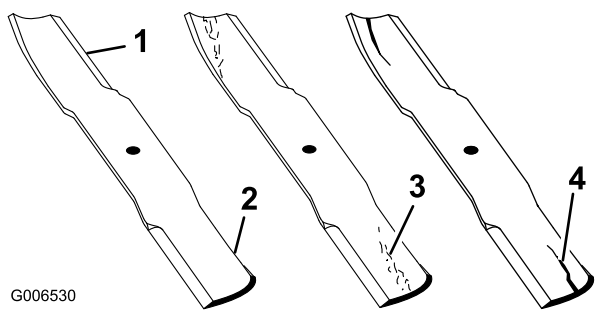
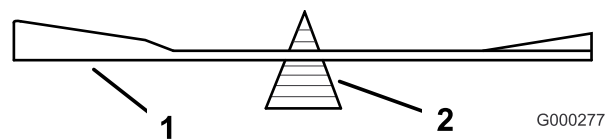

Figure 47
Figure 51
1. Examinez le tranchant des lames (Figure 47). Si les lames ne sont pas tranchantes ou si elles présentent des indentations, déposez-les et aiguisiez-les. Voir Aiguisage des lames.
2. Inspectez les lames, surtout la partie relevée (Figure 47). Remplacez immédiatement toute lame usée ou qui présente une fissure ou une entaille (repère 3. de la Figure 47).
2. Vérifiez l'équilibre de la lame en la plaçant sur un équilibreur (Figure 51). Si la lame reste horizontale, elle est équilibrée et peut être utilisée. Si la lame est déséquilibrée, limez un peu l'extrémité de la partie relevée seulement (Figure 47). Répétez la procédure jusqu'à ce que la lame soit équilibrée.